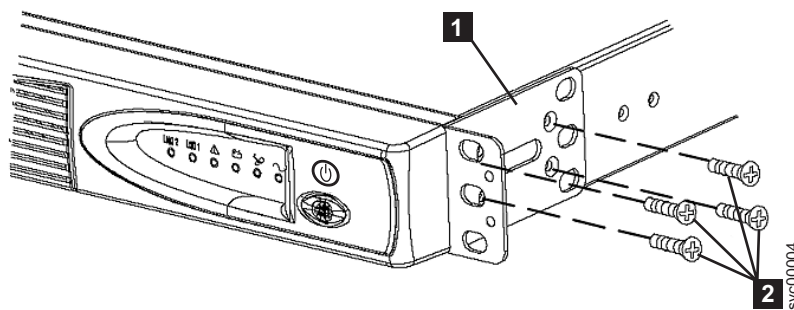

図 315. 2145 UPS-1U 用サポート・レールのラックへの取り付け
2. 2145 UPS-1U の各側面で、提供された 4 個の M3 × 6 ねじ (図 315 の **2**) を使用して、取り付け金具の長い方の端を 2145 UPS-1U に取り付けます。